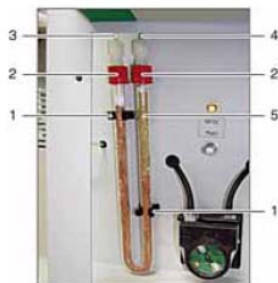

图80 取出卤素捕集器的U形管
2. 拧松卤素捕集器的红色接头，将U形管从夹子中取出（图80）。
10. 连接管子（图80项目3）到含有铜绒的气体进口端，连接管子（图80项目4）到含有黄铜绒的气体出口端。